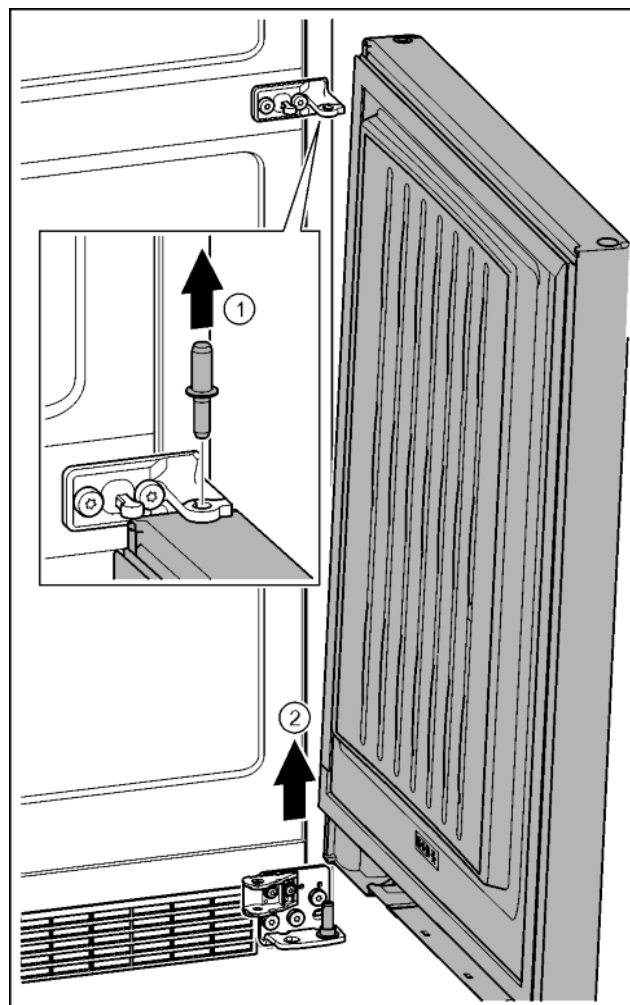

Fig. 25
- ▶ Извлечь пальцы движением вверх. Fig. 25 (1)
- ▶ Отклонить дверь, приподнять вверх и отставить в сторону. Fig. 25 (2)